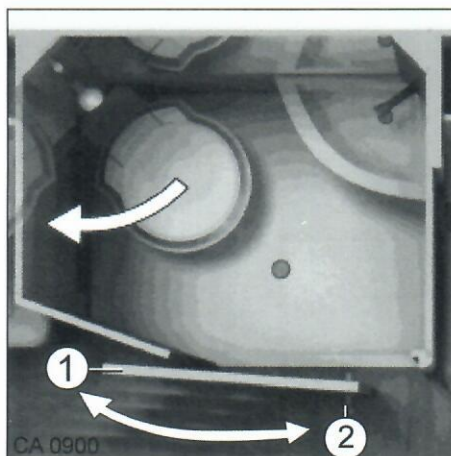

Abb. 34 Schiebetür
1. Zum Öffnen Drehknopf (Abb. 34, Pos. 2) im Uhrzeigersinn drehen.
2. Schiebetür (Abb. 34, Pos. 1) nach links öffnen.
Schiebetür (Abb. 34, Pos. 1) nach rechts schließen.